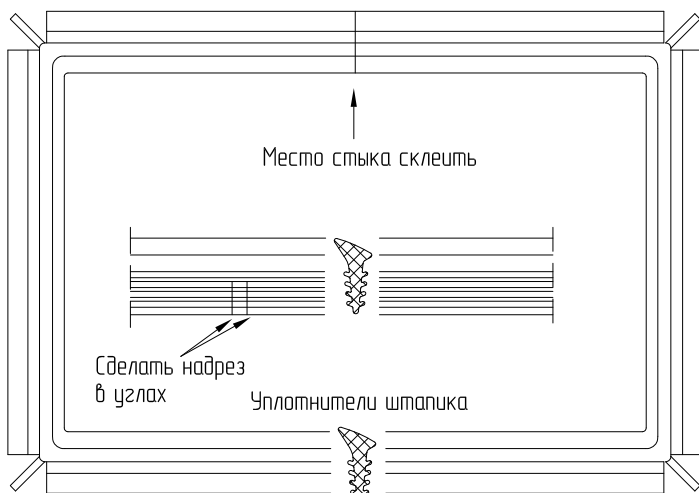

Рис.2
7. Согласно схеме вкатать уплотнить под штапик (Рис.2).